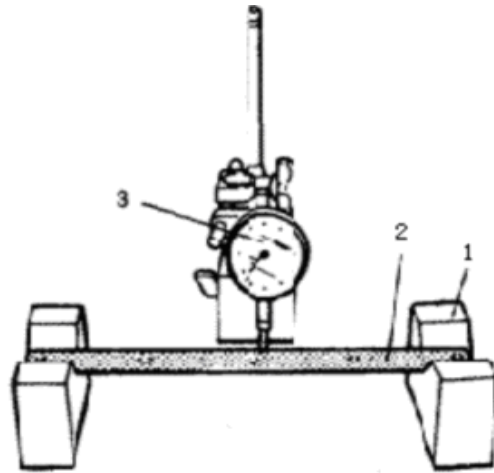

图 3-47 检查摇臂轴的弯曲
2、检查摇臂轴的弯曲变形。使用V形铁和百分表检查摇臂轴的弯曲变形，如图3-47所示。与检查气门杆弯曲变形的的方法类似，用摇臂轴外圆素线的直线度表示其弯曲程度。直线度极限值为0.06mm。如直线度超限，可用冷压校正法校正或更换摇臂轴。